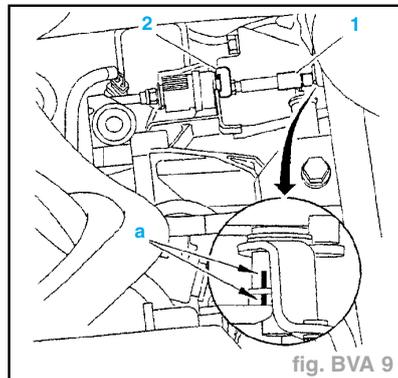
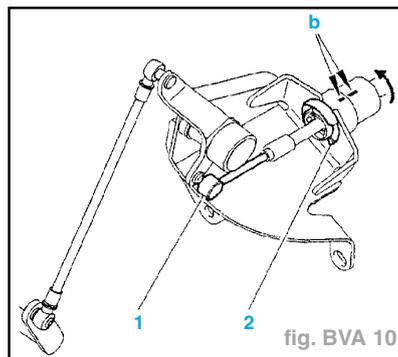

fig. BVA 9
fig. BVA 10
- lâcher le bouton de verrouillage (8),
- Reposer les vis (7).
**Impératif :** Mettre la commande côté boîte de vitesses en position 1ère imposée : il faut que les 2 repères "a" soient alignés (fig. BVA 9).
- Emboîter la rotule (1).
- Reposer le cavalier (2).
- Vérifier que les repères de peinture "b", soient alignés (fig. BVA 10).